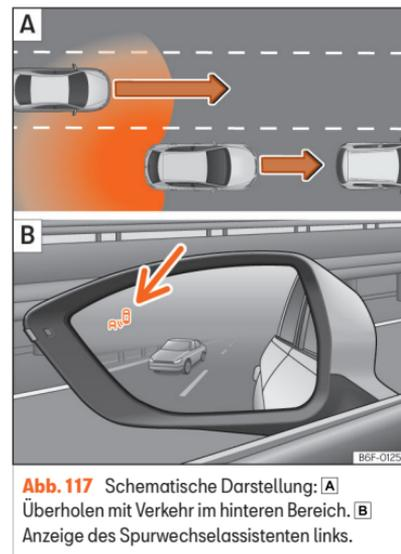
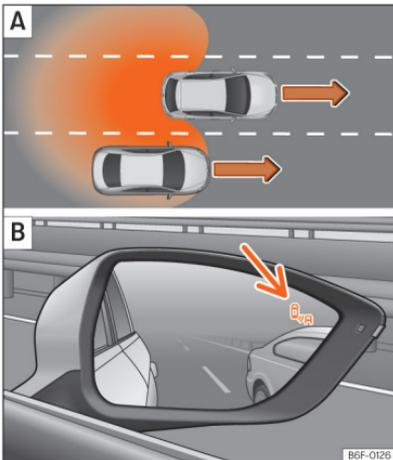

Abb. 117 Schematische Darstellung: **A** Überholen mit Verkehr im hinteren Bereich. **B** Anzeige des Spurwechselassistenten links.
Abb. 118 Schematische Darstellung:
In folgenden Situationen wird die Anzeige in der Kontrollleuchte »» (Abb. 117) **B** (Pfeil) oder »» (Abb. 118) **B** (Pfeil) dargestellt:
- Bei einer Überholung durch ein anderes Fahrzeug »» (Abb. 117) **A**.
- Bei Überholung eines anderen Fahrzeugs »» (Abb. 118) **A** mit einer Geschwindigkeitsdifferenz von ca. 10 km/h (6 mph). Erfolgt die Überholung wesentlich schneller, erfolgt keine Anzeige.